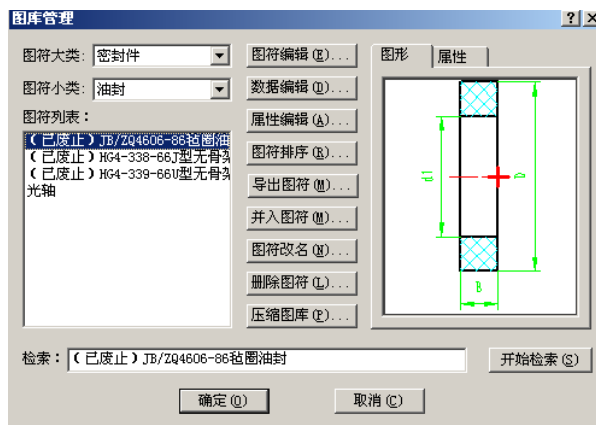

图 8-14 图库管理对话框
单击主菜单【绘图】菜单中的【库操作】一项，在弹出库操作子菜单中单击【图库管理】按钮，屏幕弹出【图库管理】对话框，如图 8-14 所示。
(1) 在如图 8-14 所示的【图库管理】对话框中选择要编辑的图符名称，可通过右侧预览框对图符进行预览，具体方法与提取图符时一样。
(2) 单击【图符编辑】按钮，将弹出如图所示的对话框。如果只是要修改参量图符中图形元素的定义或尺寸变量的属性，可以选择第一项，则【图库管理】对话框被关闭，进入元素定义，开始对图符的定义进行编辑修改。
(3) 如果需要对图符的图形、基点、尺寸或尺寸名进行编辑，可以选择第二项，同样【图库管理】对话框被关闭。由于数控车要把该图符插入绘图区以供编辑，因此如果当前打开的文件尚未存盘，将提示用户保存文件。如果文件已保存则关闭文件并清除屏幕显示。图符的各个视图显示在绘图区，此时可对图形进行编辑修改。由于该图符仍保留原来定义过的信息，因此编辑时只需对要变动的地方进行修改。
(4) 接下来用户可以在绘图区内对图形进行各种编辑，比如可以添加或删除曲线、尺寸等等。
(5) 用户修改完成后，可按 8.3 节中介绍的方法，对修改过的图符进行重新定义。
(6) 在图符入库时如果输入了一个与原来不同的名字，就定义了一个新的图符；如果使用